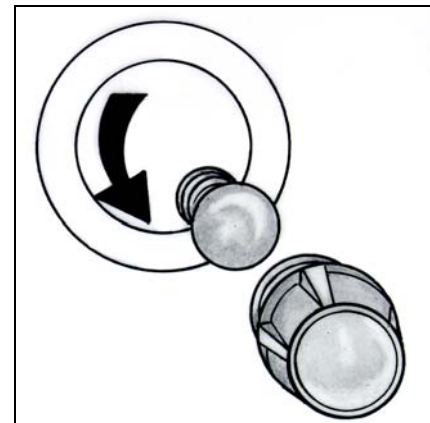

Abb. 13
1. Schrauben Sie das Schutzglas ab (Abb. 13).